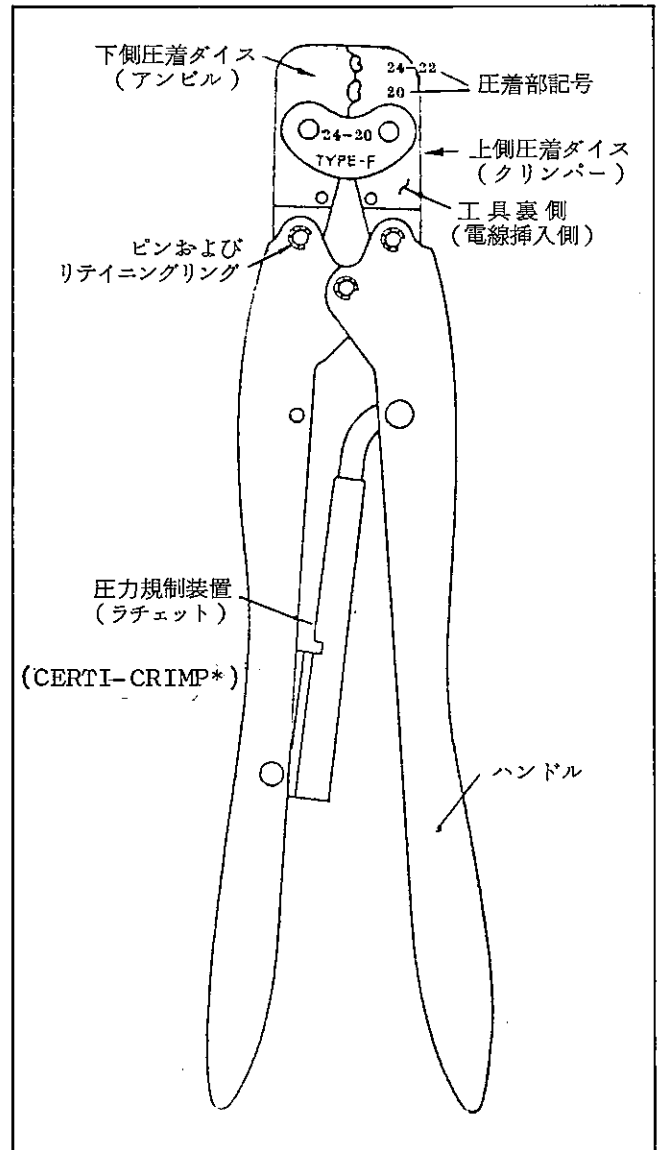

Fig. 1
- (a) この工具 (Fig. 1 参照) は, Fig. 2 に示す各種端子を撚線に圧着するのに使用されます。
- (c) 工具には, Fig. 1 に示す様に圧着部が 2 箇所あり, 24-22, 20 の記号で指示されておりますが, これは使用端子に対する圧着箇所を示しております (Fig. 2 参照)。圧着箇所が違えば工具が損傷したり, 圧着性能が低下しますのでご注意ください。